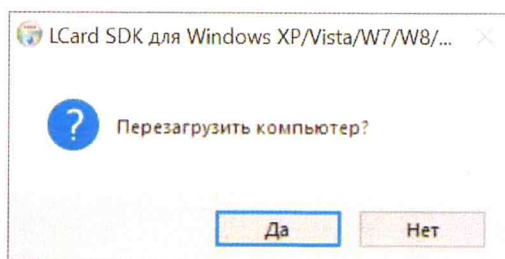

Рисунок 23
10) В появившемся окне нажмите «Да», если хотите перезагрузить компьютер сразу, или нажмите «Нет», если хотите перезагрузить компьютер позже. (рисунок 23).